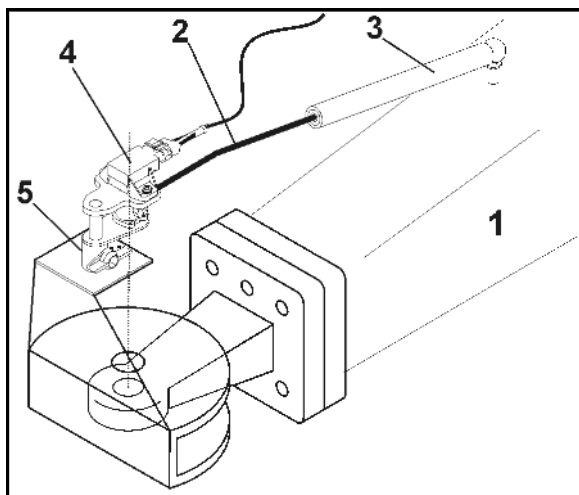

Рис. 62
Система управления движением по инерции Trail-Tron предназначена для автоматического управления движением по инерции с поддержанием боковой устойчивости и основана на определении углового положения дышла (Рис. 62/1) относительно направления движения трактора.
1. Вставьте штангу (Рис. 62/2) в пластмассовую втулку (Рис. 62/3).
2. Вставьте датчик угла поворота (Рис. 62/4) в крепление (Рис. 62/5).